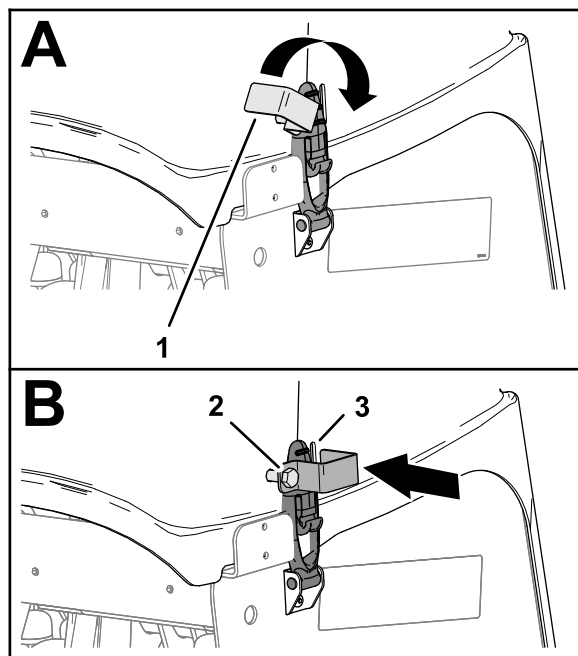

Figure 143
3. Si la machine est équipée des verrous CE, faites pivoter la plaque de verrouillage jusqu'à ce qu'elle soit en face de la fente dans le côté du capot de la tête d'aération (Figure 143).
4. Serrez le boulon de la plaque de verrouillage (Figure 143).